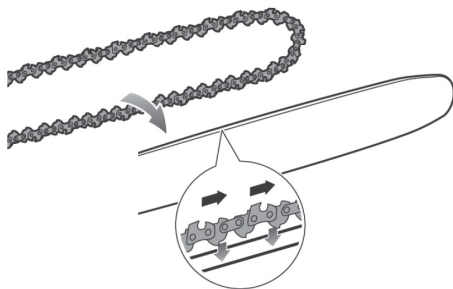

Рис. 8
4. Наденьте цепь на шину, вставив хвостовики цепи в паз шины (рис. 8). Проверьте, что зубья цепи направлены режущими кромками по ходу движения цепи (по часовой стрелке).